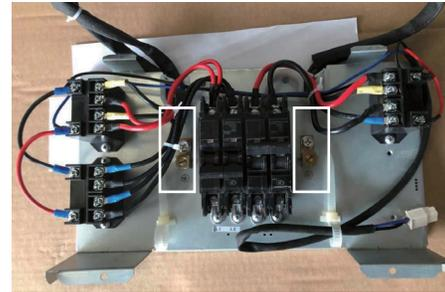

Fig. 31 – Fixez les fils d'alimentation électrique de chaque groupe
- Consultez la figure 31 pour la position de fixation du fil de mise à la terre de l'alimentation électrique. Fixez les fils d'alimentation électrique de chaque groupe et assurez-vous que le câble est correctement mis à la terre.